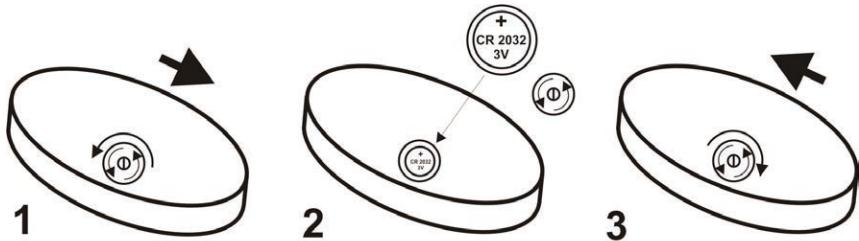

Fig. 3
- Inserte la batería de alimentación subministrada en el mando a distancia. (fig.3)
Para su puesta en marcha podrá actuar de forma manual o con la ayuda del control remoto. Previamente asegúrese de que la batería del mando a distancia esté correctamente ubicada (fig.3).
- Insert the battery supplied with the remote control. (fig.3)